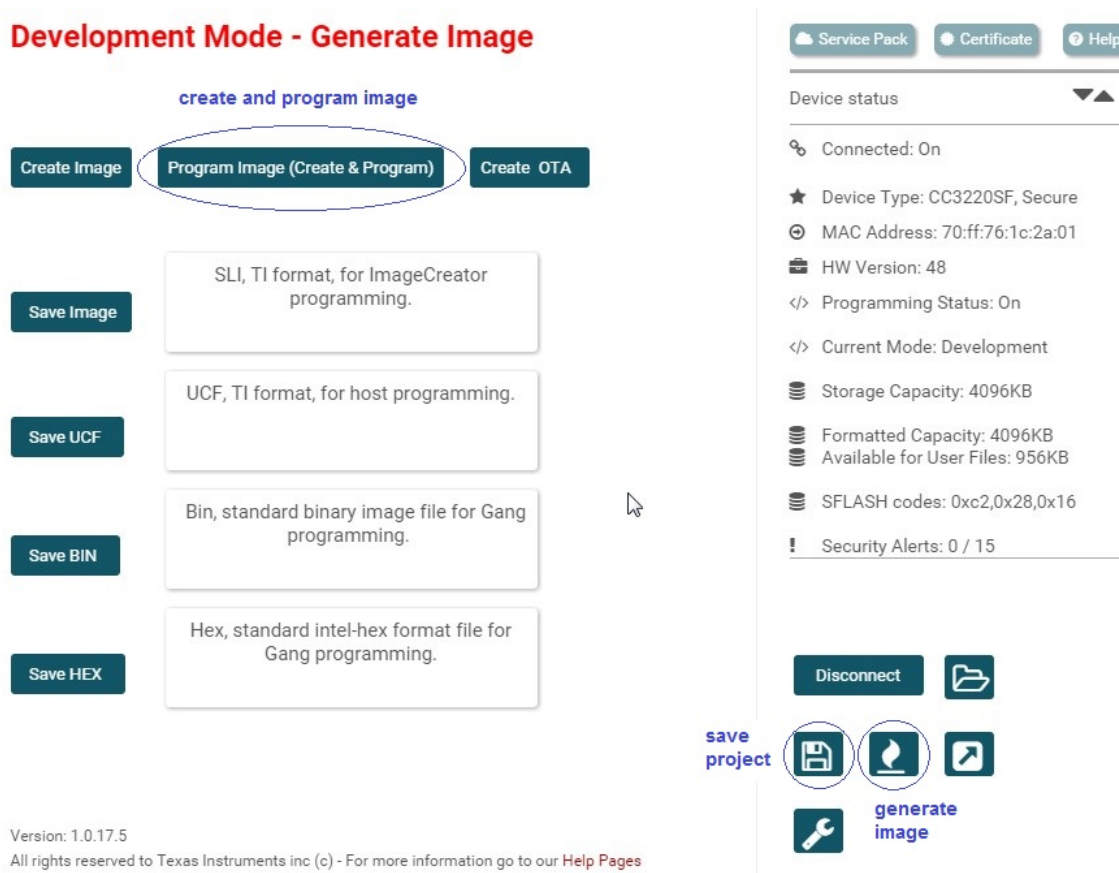

图 40. UniFlash 生成和编程映像
- 最后单击编程映像（创建和编程）(Program Image (Create & Program)) 按钮（请参见图 40）。现已将映像编程到器件。